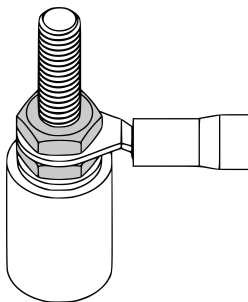

Рисунок 5.1 – Подключение соединительных проводов
5.2.7 Выполнить подключение соединительных проводов к контактам в коммутационной головке или к выводам кабеля датчика, рисунок 5.1.